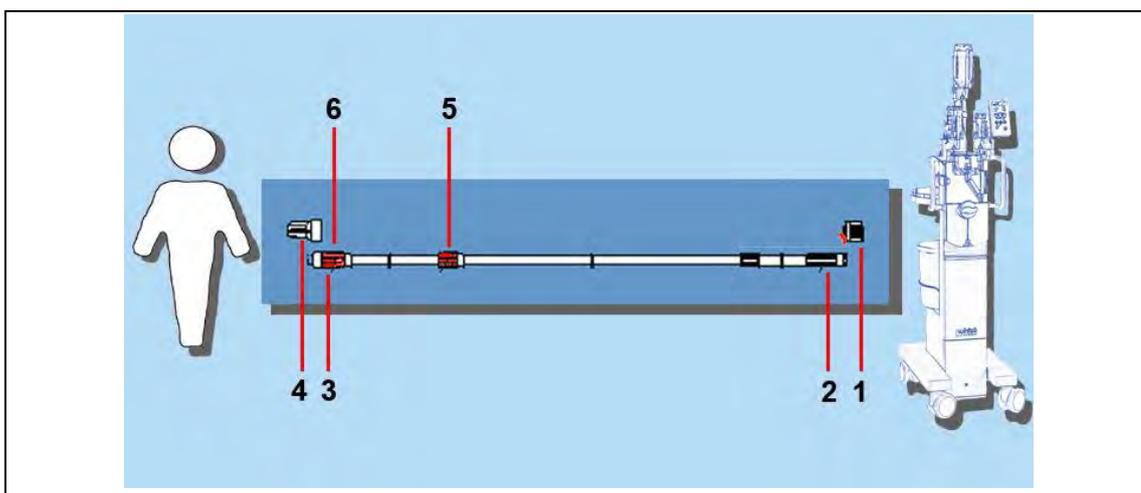

Рис. 13: Трубка пациента
Помимо конструктивных средств безопасности системы (только одно направление потока жидкости) два обратных клапана (см. Рис. 13, см. 34, № 5 и 6) обеспечивают дополнительную защиту от загрязнения.
3. Снять защитный колпачок 1 (см. Рис. 13, стр. 34, № 1).
4. Подсоединить трубку пациента с разъёмом Люэра 1 (гнездовая часть) (см. Рис. 13, см. 34, № 2) к трубке насоса.
6. Снять защитный колпачок 2 (см. Рис. 13, стр. 34, № 4).
7. Конец трубки со стороны пациента зафиксировать над сливной ёмкостью так, чтобы разъём Люэра 2 (см. Рис. 13, стр. 34, № 3) находился сразу под держателем и конец трубки не касался сливной ёмкости.